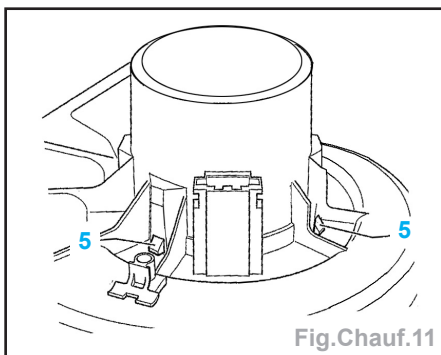

Fig.Chauf.11
- Déposer les connecteurs (2).
- Couper les fixe-câbles (3).
- Déposer les vis de fixation (4).
- Appuyer sur les languettes (5) et dégager le motoventilateur du bloc de ventilation (Fig.Chauf.11).